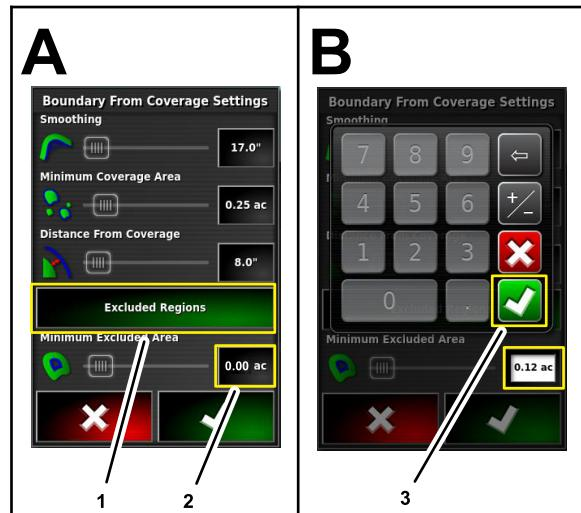

图 54
- 6. 按“排除区域”图标图 54 为未喷洒的覆盖范围面积创建边界。
- 7. 按“最小排除面积”设置的数字图标图 54。使用显示屏键盘输入一个值然后按“确认”图标。